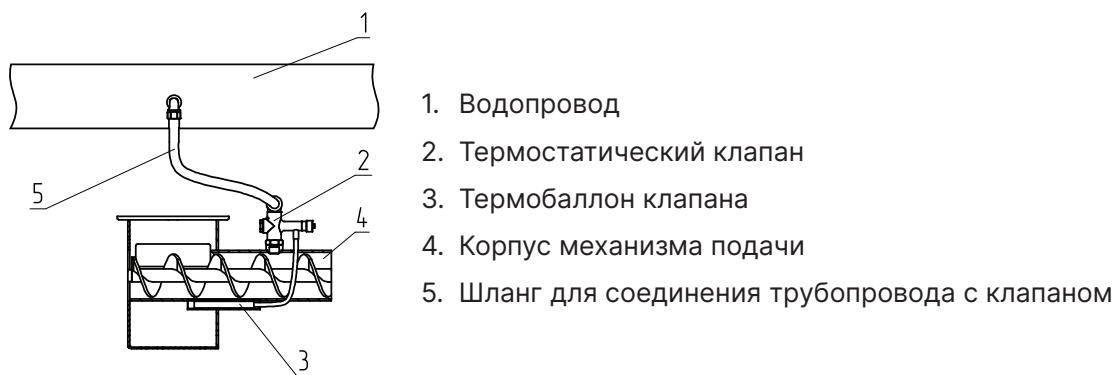

Рис.4 Система охлаждения топливопровода
- Для обеспечения полной пожарной безопасности необходимо устанавливать систему охлаждения топливопровода (доступно в качестве опции, см. **Рис.4**);